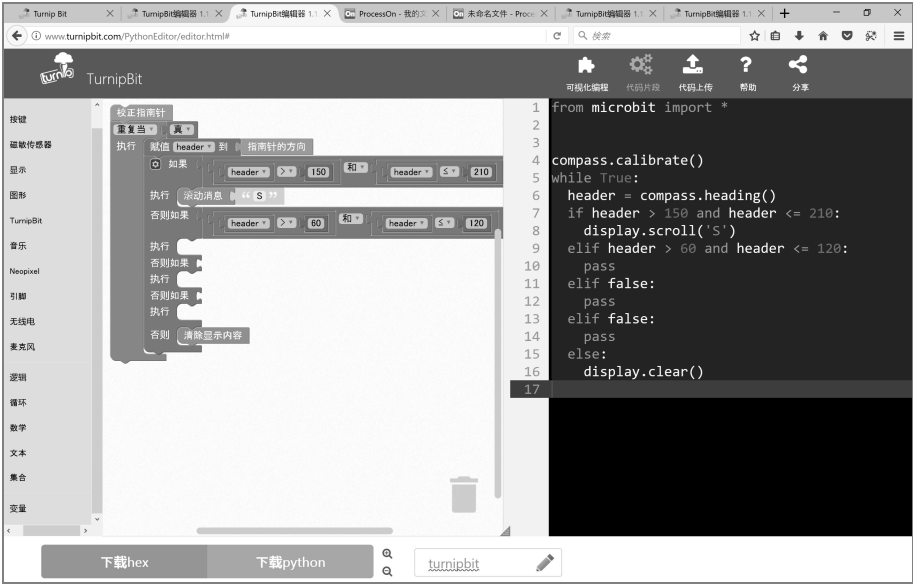

图 8-6 显示方向
② 使用学习过的分支语句就能实现。如图 8-6 所示，点击“如果”左侧的齿轮图标，下方会出现“否则如果”，按照图中所示进行拖曳。